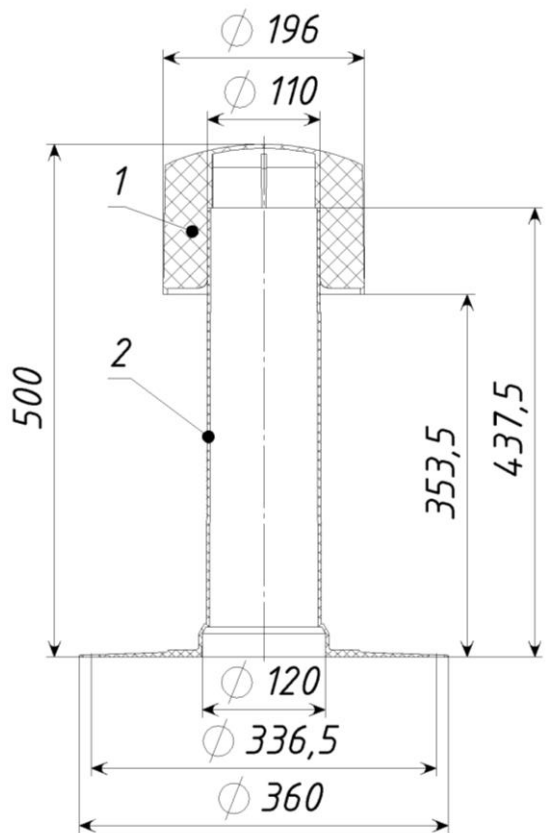

Рис. 1
- Основные размеры приведены на рис. 1.
Настоящий аэратор состоит из следующих деталей (см. рис. 1):